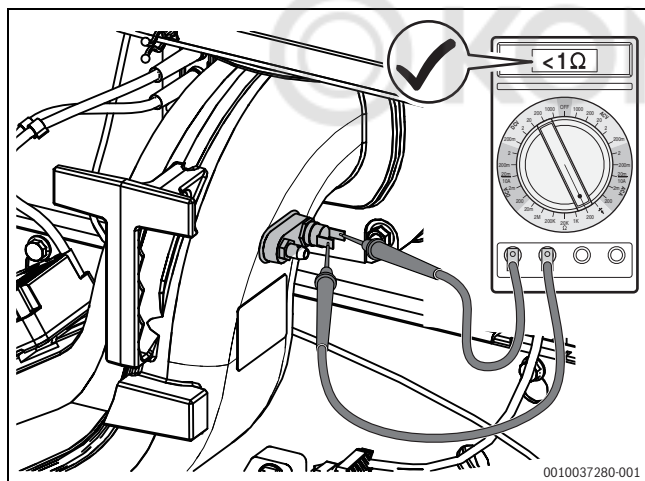

Рис. 79 Измерение электрического сопротивления на контактах реле контроля температуры (реле в порядке)
- ▶ Измерьте электрическое сопротивление на контактах реле контроля температуры (→ Рис. 79).